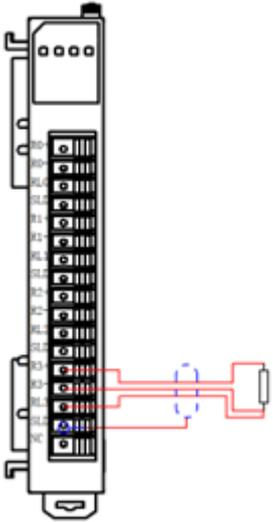

Рисунок 4-20. Схема подключения модуля SM475423
- На рис. 4-20 показана схема подключения модуля SM475423.